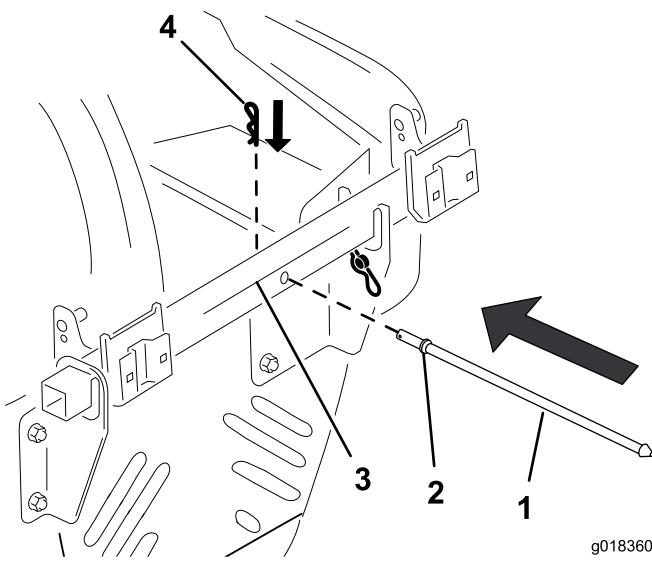

Bild 12
1. Fluchten Sie die Abdeckungsstange so aus, der der Anschlagsflansch zum Stützrahmen des Füllkastens zeigt (Bild 12).
2. Stecken Sie die Stange durch das Loch im Stützrahmen des Füllkastens, bis der Anschlagsflansch an der Rückseite des Rahmens anliegt (Bild 12).
3. Stecken Sie den Splint durch das Loch in der Abdeckungsstange, um die Abdeckungsstange am Stützrahmen zu befestigen (Bild 12).